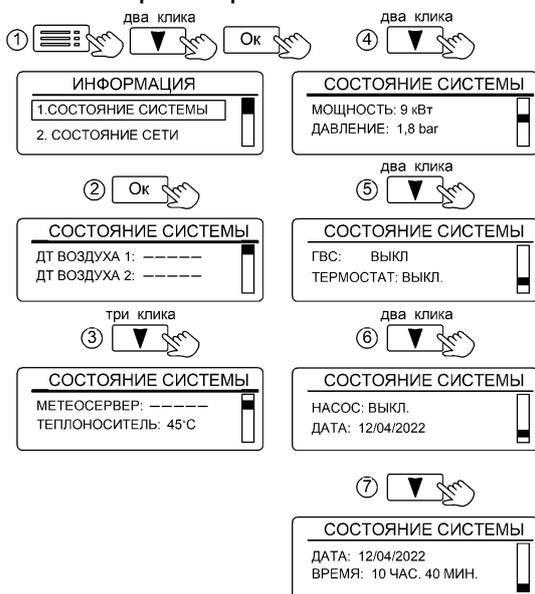

Рисунок 29. Вид вкладки «СОСТОЯНИЕ СИСТЕМЫ»
**11.3 Вкладка «ИНФОРМАЦИЯ»** (рис. 29) содержит три подменю: